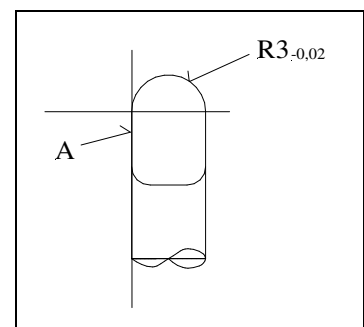

Bild 5-8: Einschneidefräser
7. Zur Überprüfung der korrekten Stellung des Fadenkreuzes den Querschlitten so verstellen, daß sich die Kante A des Einschneidefräasers mit der Fadenkreuzlinie der Strichplatte deckt (Bild 5-8).
8. Stimmt die Deckung nicht überein, Schraube Nr. 5 (siehe Anltg. Aubert) lösen und das Okular durch leichtes Drehen so einstellen, daß die Kante A des Einschneidefräasers (Bild 5-8) mit der Fadenkreuzlinie übereinstimmt. Vor Festziehen der Schraube Nr. 5 darauf achten, daß das Okular nicht in Achsrichtung verstellt wird.